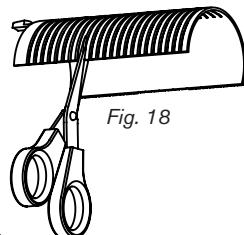

Fig. 18
- Con un paio di forbici, tagliare con attenzione il cannotto lungo la scanalatura (fig. 18)